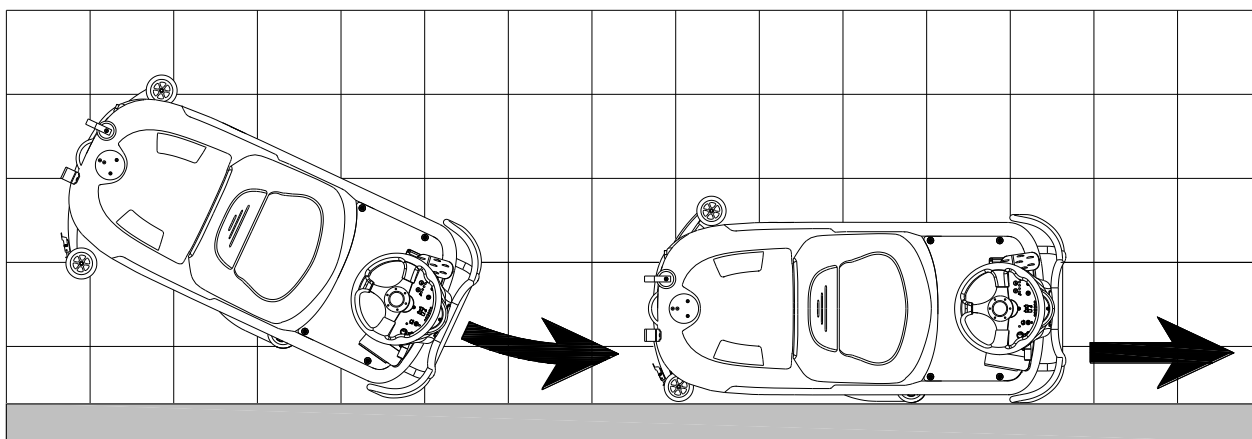
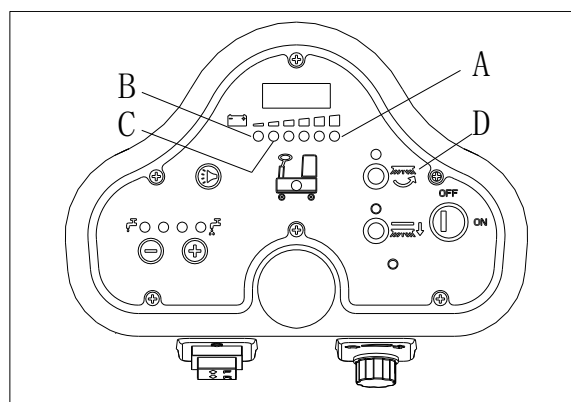

Figura 11
Figura 12
Per un corretto lavaggio/asciugatura del pavimento lungo le pareti, suggeriamo di avvicinarsi alle pareti con il lato destro (lato della ruota paracolpi) della macchina come mostrato in Figura 11.
Quando la luce verde (A, Figura 12) è accesa, le batterie hanno abbastanza potenza perché la macchina funzioni normalmente; quando tutte le luci verdi sono spente, si accende la luce gialla (C, Figura 12), la potenza delle batterie è troppo bassa, si prega pertanto di ricaricare le batterie; quando la luce rossa (B, Figura 12) lampeggia, le batterie si sono scaricate, il motore di aspirazione e il motore delle spazzole si spegneranno automaticamente dopo pochi secondi; si prega di guidare la macchina a ricaricare le batterie immediatamente.
Se il sistema di aspirazione si spegne accidentalmente (per esempio, quando il galleggiante è attivato a causa di un improvviso movimento della macchina), per riprendere il funzionamento: spegnere il sistema di aspirazione premendo l'interruttore (D, Figura 12), quindi aprire il coperchio (A, Figura 11) e verificare che il galleggiante dentro la griglia (B) sia sceso a livello dell'acqua. Quindi chiudere il coperchio (A) e accendere il sistema di aspirazione premendo l'interruttore (D, Figura 12).
2. Sollevare la testata spazzole/disco trascinatore (H, Figura 12) premendo il pedale (G).
3. Sollevare il tergipavimento con la leva (H).
5. Svuotare l'acqua di recupero con il tubo (D). Quindi, sciacquare il serbatoio con acqua pulita.